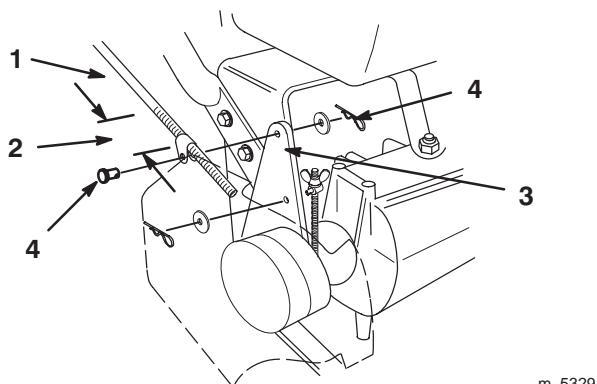

Bild 7
1. Drehen Sie die Stangenarmaturen um ein gleiches Maß in jedes der Schaltgestänge. Drehen Sie als Ausgangspunkt jede Armatur ungefähr 44 mm vom Gewindeanfang ein (Bild 7).
2. Schieben Sie die Lastösenbolzen durch die Stangenarmaturen und die Befestigungslöcher in den Mitnehmerbügeln (von außen) (Bild 7). Sichern Sie die Gruppe mit Scheiben und Splinten ab (Bild 7).